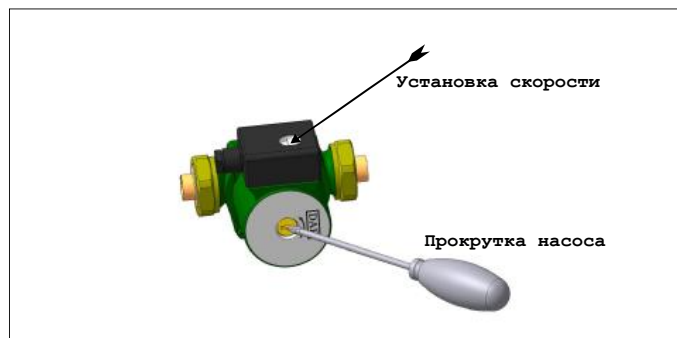

Рис. 6
отвинтите защитный колпачок и поверните вал двигателя с помощью отвертки по стрелке (Рис.6). Установите защитный колпачок на место. Первый пуск насоса проведите на максимальной скорости. Работа может быть выполнена без привлечения специалиста сервисного центра.
7.1.2. Установить циркуляционный насос на максимальную скорость рукояткой 3-х позиционного переключателя (Рис.6).